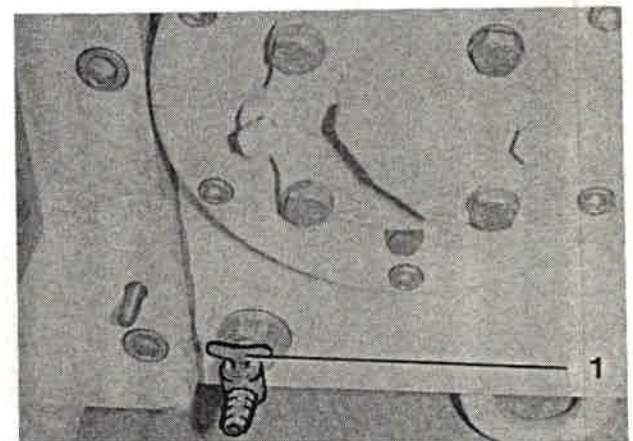

Bild 133
1. Absperrhahn (Bild 133/1) öffnen und Öl ablassen.
5. Absperrhahn (Bild 133/1) öffnen, Spülöl ablassen und Absperrhahn wieder schließen.